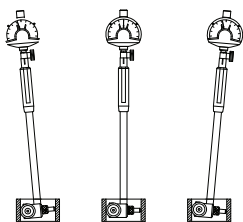

Fig.1
- (1) Réglage de la taille : choisissez l'enclume, la tige d'extension et la rondelle en fonction de la taille de la pièce, puis installez-les comme indiqué sur les illustrations ci-dessous ; veillez à ce que chaque pièce soit bien fixée. Utilisez une clé pour serrer l'enclume lorsque la plage est inférieure à 35 mm. Appuyez plusieurs fois sur le point de contact après l'installation ; l'aiguille de l'indicateur doit se déplacer de manière fluide et souple.
- (2) Définir la cote d'étalonnage : choisir une bague de réglage, un micromètre d'extérieur ou un alésage étalon dont le diamètre et la précision sont connus, puis nettoyer les faces de mesure à l'aide d'un chiffon doux.
(3) Réglage du zéro (en prenant comme exemple une bague de réglage) : insérez le calibre d'alésage dans la bague de réglage et faites-le osciller légèrement (fig. 1) afin de trouver le 'point de basculement' de l'aiguille. Réglez l'indicateur de manière à ce que la 'ligne zéro' coïncide avec le 'point de basculement'. Faites osciller le calibre d'alésage plusieurs fois pour vous assurer que la 'ligne zéro' coïncide bien avec le 'point de basculement'.